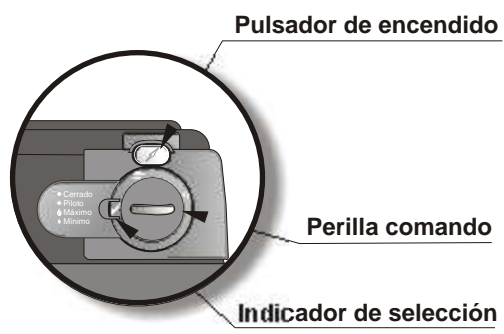

Fig. 21
- Presione a fondo la **Perilla de Comando (fig.21)** en la posición ● (Cerrado) y gírela hasta que el símbolo ★(Piloto) quede alineado con el indicador de posición (fig. 21).
- Presione a fondo la **Perilla de Comando** (fig.21) en la posición ● (Cerrado) y gírela hasta que el símbolo ★ (Piloto) quede alineado con el indicador de posición (fig. 21).